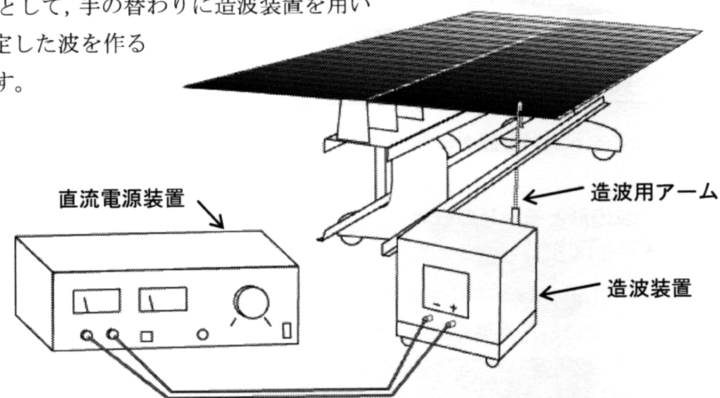

図6 造波装置の取付け方
- 電源装置と造波装置、それとクロスアームとの接続組み立ては図6を参照ください。